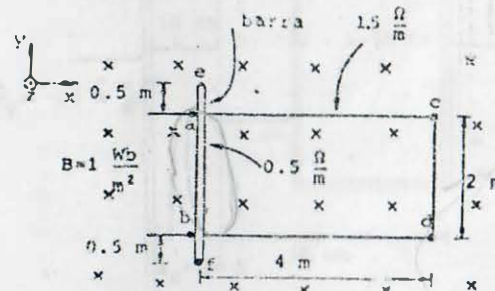

FIGURA P6.2
6.2 Una barra metálica se desliza sin fricción sobre un conductor doblado en forma de U, como se muestra en la figura P6.2. Si la diferencia de potencial medida entre los puntos "c" y "d" es  $V_{cd} = 3$  V y se sabe que la resistencia de cada metro de conductores es de  $1.5 \Omega$ , y la de cada metro de barra es de  $0.5 \Omega$ . Calcule.